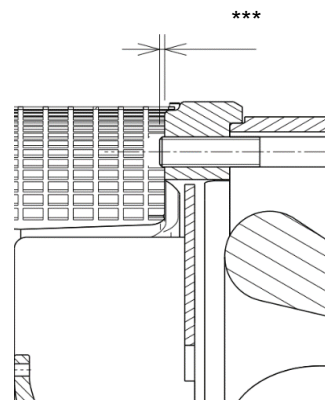

Abb. 14
8. Sicherstellen, dass der endgültige Überstand *** der Zugstange von der Seite mit SAE-Flansch maximal 2,2 mm beträgt (siehe Abb. 14).